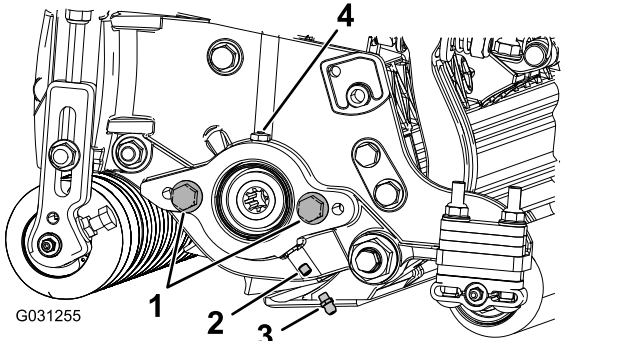

图4
- 拆下并丢弃滚刀马达侧板上的固定螺丝 图4。
- 平头螺丝 (2)
- 安装直通黄油嘴 图4。
如果滚刀马达侧板上没有平头螺丝请安装图4。
安装 O 形圈到滚刀马达 图4。